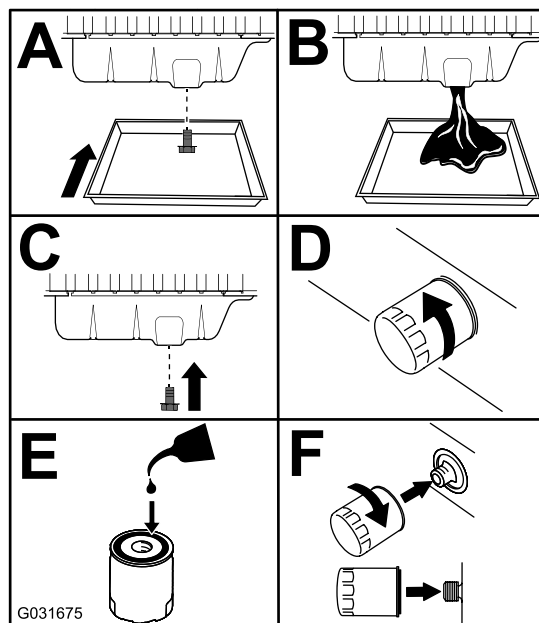

Figure 51
3. Vidangez l'huile moteur et remplacez le filtre à huile (Figure 51).